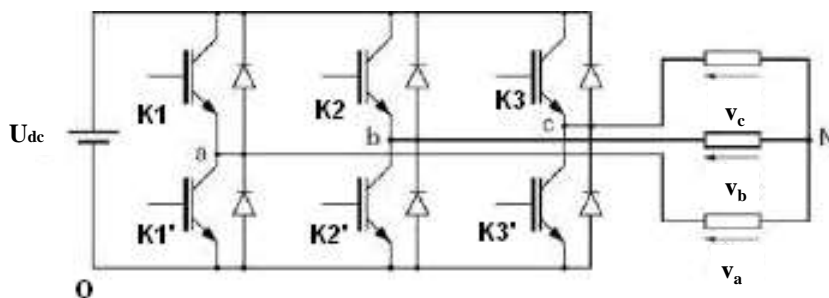

Figure 2 : Partie puissance de l'ensemble onduleur - MSAP
Le MSAP précédent est alimenté par un onduleur de tension. La figure 2 représente la partie puissance incluant le bus continu U_{dc} , les interrupteurs de puissance (K1, K1', K2, K2', K3 et K3') et les trois phases de la machine, dont les tensions respectives sont v_a , v_b et v_c , est connectée en étoile. Chaque interrupteur K_m est commandé de façon opposée à K'_m à l'aide de la fonction dite de commande f_m où $m = 1, 2, 3$.
- C.2.) Quelle est la valeur maximale que peut avoir la tension du bus continu U_{dc} (voir figure 2) ?